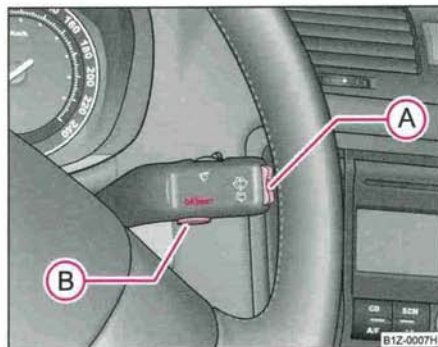

Fig. 15 Ecran d'informations: Eléments de commande
- En appuyant brièvement sur l'interrupteur (A) ⇒ fig. 15 vous pouvez faire défiler chaque nom de la mémoire du téléphone ou feuilleter les menus.
- En appuyant longuement en bas de l'interrupteur (A) vous pouvez faire défiler les noms de la mémoire du téléphone par ordre alphabétique.
- En appuyant longuement en haut de l'interrupteur (A), vous retournez toujours dans le menu principal de l'écran d'informations.